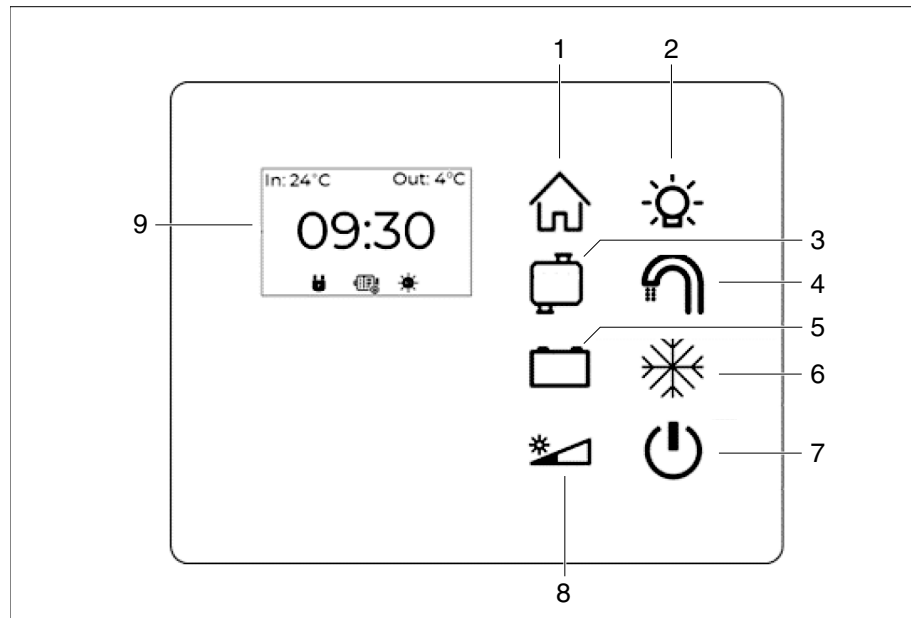

Bild 59 Bedienpanel D200
Die Anzeige des Kontrolldisplays wechselt durch Betätigung der Tasten (Bild 59,1, 3 und 5) in den jeweiligen Anzeigemodus.
Durch längeres Drücken und Halten der Home-Taste (Bild 59,1) wird der Zeiteinstellungsmodus aktiviert. Im Kontrolldisplay wird nur noch die Uhrzeit angezeigt. Ein Cursor blinkt unterhalb der Stundenanzeige (HH:MM).
Das Bedienpanel zeigt im Kontrolldisplay bei aktivierter Home-Taste (Bild 59,1) an, durch welche Stromquelle die Wohnraumbatterie geladen wird.
Die Power-Taste (Bild 59,7) dient zum Ein- und Ausschalten des Bedienpanels. Die Beleuchtung ist standardmäßig auf mittlere Helligkeitsstufe eingestellt und kann durch einfaches Betätigen der Dimmtaste (Bild 59,8) manuell angepasst werden. Unabhängig von der eingestellten Helligkeitsstufe wird die Beleuchtung bei Inaktivität abgedunkelt und durch Drücken einer beliebigen Taste wieder aktiviert. Dabei wird die zuletzt verwendete Helligkeitsstufe beibehalten. Die Dimmtaste (Bild 59,8) leuchtet immer gelb, außer im Nachtmodus.
Durch Drücken und Halten der Dimmtaste (Bild 59,8) wechselt das Bedienpanel in den Nachtmodus. Nur noch die Dimmtaste ist schwach rot beleuchtet, um die Verwechslung mit einem ausgeschalteten Bedienpanel zu vermeiden.
Bei sehr niedrigem Frischwasserfüllstand oder bei fast vollem Abwassertank blinkt die Kontrolltaste (Bild 59,3) am Bedienpanel rot. Betätigung der Kontrolltaste führt durch die Statusanzeigen der Füllstände.
- Kontrolltaste (Bild 59,3) drücken.
- Kontrolltaste (Bild 59,3) erneut drücken.
Das Bedienpanel ermöglicht die akustische Rückmeldung des Füllstands beim Auffüllen des Frischwassertanks. Die Aktivierung erfolgt durch Drücken und Halten der Kontrolltaste (Bild 59,3) für den Frischwasserfüllstand.
Die Taste blinkt bei erfolgreicher Aktivierung. Die Füllstandsmessung ist abhängig von der verbauten Tankform. Erreicht der Füllstand etwa 80 % des wahren Tankvolumens ertönt ein Hinweiston. Mit steigendem Flüssigkeitspegel verkürzen sich die Tonabstände, um ein Überlaufen zu vermeiden. Der Hinweiston wird mit Deaktivierung des Nachfüllmodus abgestellt. Dies erfolgt durch erneutes Drücken der Kontrolltaste (Bild 59,3).
Bei sehr niedrigen Batteriespannungen blinkt die Kontrolltaste (Bild 59,5) am Bedienpanel rot oder weiß.
- Kontrolltaste (Bild 59,5) drücken.
- Kontrolltaste (Bild 59,5) erneut drücken.
Bei einer geringen Batteriespannung der Wohnraumbatterie blinkt die Kontrolltaste (Bild 59,5) am Bedienpanel rot. Zusätzlich blinkt der Statusbalken der Wohnraumbatterie im Kontrolldisplay. Wird die Wohnraumbatterie nicht geladen, sinkt die Batteriespannung weiter. Bei Erreichen eines für die Batterie kritischen Wertes, greift der Batterieschutz.